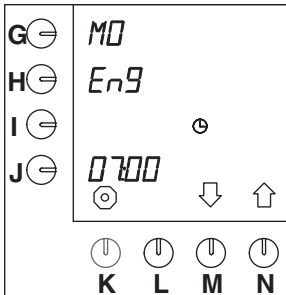

Fig. 41 Réglage de la langue
- Au bout de 10 secondes, le paramètre par défaut "EnG" s'affiche en clignotant à côté de la touche de programmation (fig.41).